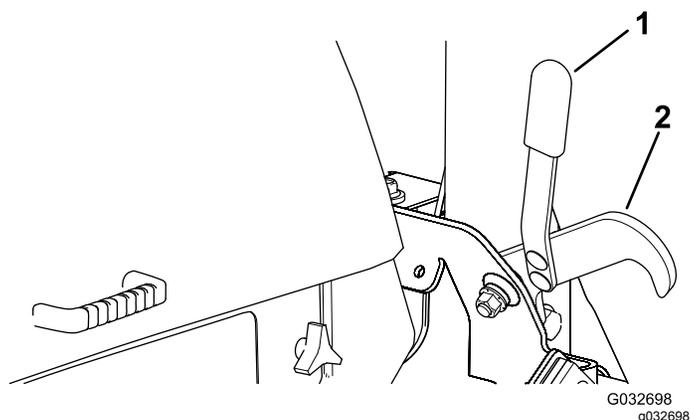

図 46
2. ハンドルを使ってデッキを上昇位置にロックしているラッチを外す (図 46)。